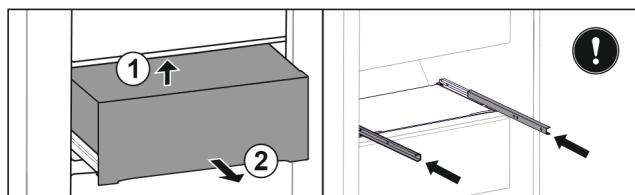

Fig. 135
- ▶ Підняти висувний ящик знизу назад. Fig. 135 (1)
- Вийняти висувний ящик рухом вперед. Fig. 135 (2)